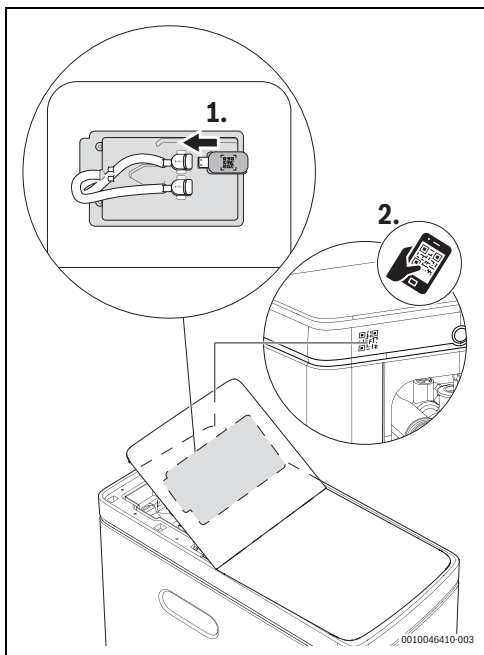

Fig. 32 Localização do código QR
1. No HomeCom Easy, identifique o código QR que pode encontrar no produto, tal como descrito na (→ Fig. 32).